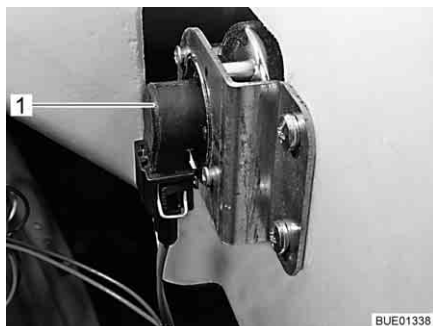

Fig. 266 Indicateur de direction
- Placer la main derrière le support de lampe (Fig. 266,1).